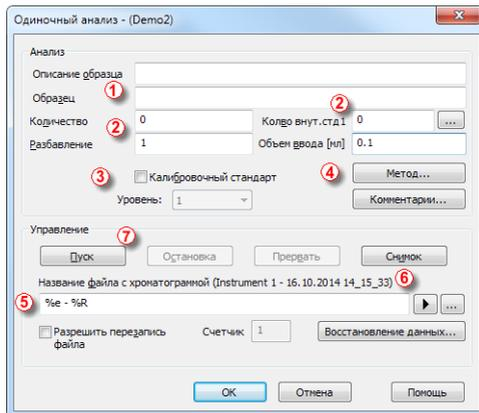

Рисунок 11: Сектор Одиночный анализ
- Под заголовком *Анализ* указывается информация об образце. Вы можете записать значения в поля, как показано на **Рисунок 11** на странице **24**.. Введение таких сведений является типичным этапом подготовки к анализу.
- Поля *Описание образца* и *Образец* ① являются чисто информационными. Но данные, указываемые в полях *Количество*, *Разбавление*, *Колво внут. std.* и *Ввод. объем* ② используются при последующих подсчетах.
- Проставление галочки в квадрат *Калибровочный стандарт* и цифры в поле *Уровень* ③ обращают внимание на то, что данный образец является калибровочным; соответствующая хроматограмма будет записана под подзаголовок CALIB.
- Регистрация хроматограммы, получаемой при разделении образца, будет выполняться согласно действующим изменениям, внесенным в шаблон метода, доступ к которому был получен через окно **Прибор (Instrument)** . Нажатие клавиши *Метод...* ④ дает возможность изменить параметры, записанные в действующий шаблон метода. Нажатие этой клавиши вызывает на экран сектор **Настройка метода**. Проверьте настройку параметра *Остановка автоматически* (должна быть разрешена (*Остановка автоматически*)). В поле *Продолжит. разгонки* должна иметься запись 7.5 минут. Вернитесь к окну **Одиночный анализ** благодаря нажатию клавиши **OK**.
- Поле *Название файла с хроматограммой* ⑤ дает возможность вписать название того файла, в котором будут храниться получаемые хроматограммы. Для присвоения уникального названия хроматограммам, можно записать текст с переменными (можно добавлять время, дату, название образца и прочие параметры). Сочиненное название показывается непосредственно над этим полем, в скобках ⑥.